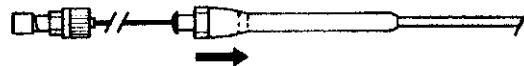

Fig. 4
- (Aplica si tiene Mecanismo Simp Loc) Agarre el manguito de retención justo más allá del conector y hágalo avanzar hacia delante sobre el reborde de la conexión de plástico y el cuerpo proximal del catéter (Fig. 4) hasta el tope. Esto liberará el lazo. **NOTA:** Haga avanzar la cánula de refuerzo en el interior del catéter de forma que su punta distal quede sólo unos centímetros más allá de la parte del manguito de retención del catéter.